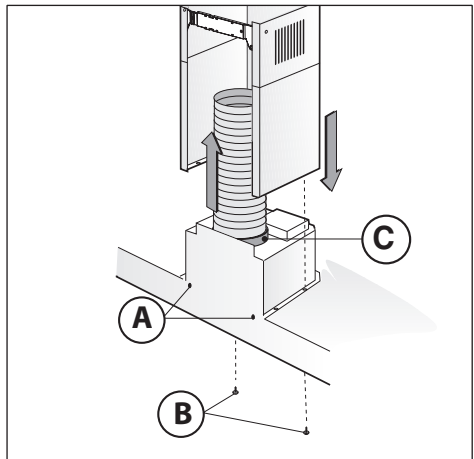

Fig.5
- När spiskåpan har justerats ska den fästas definitivt med de 2 skruvarna **A** (Fig.5).
-Anslut flänsen **C** med ett anslutningsrör till hålet för utsugning av luft (Fig.5).
-Fäst underdelen i spiskåpan med de medlevererade skruvarna **B** (Fig.5).